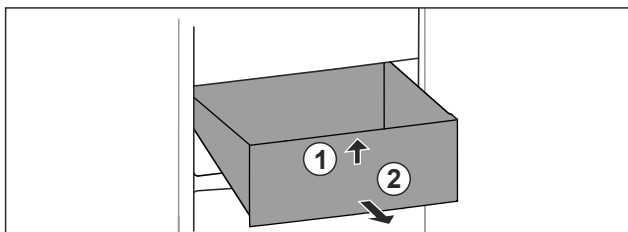

Fig. 75
- Nadvihnite zásuvku vpredu. Fig. 75 (1)
- Odoberte zásuvku dopredu. Fig. 75 (2)